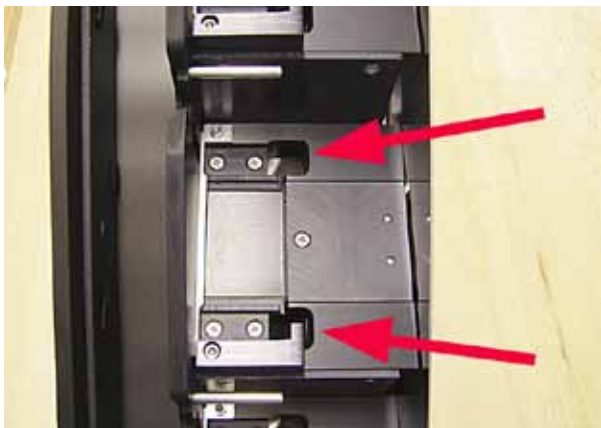

Fig. 44
- Laddningsstation (→ "Fig. 44")